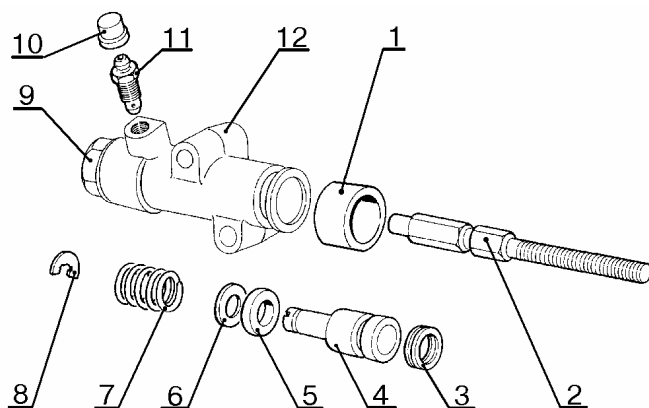

Рис. 14.
- снять защитный колпачок 1, рис. 14, и толкатель 2 (отвертка плоская);